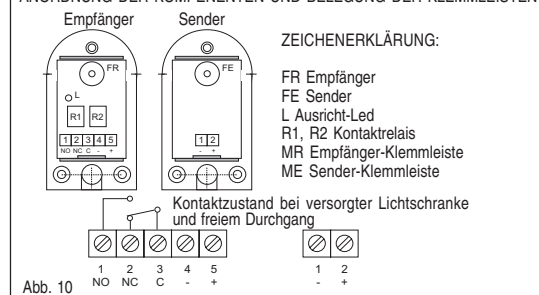

Abb. 10
- Die einwandfreie Ausrichtung der Lichtschraken anhand der roten LED auf dem Empfängermodul überprüfen (Abb. 10); bei richtiger Orientierung leuchtet die LED.